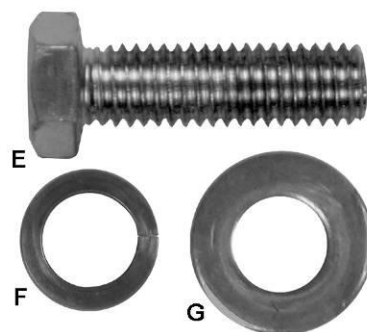

Рис. 5
3. Снимите *транспортную скобу* (D), которая крепит *блок переключателя* (Е) к столу. Не выбрасывайте скобу (D), так как она будет использоваться для установки переключателя.
4. Выкрутите оставшийся *винт* с *шестигранной головкой*, *стопорную* и *плоскую шайбы* (F, Рис. 5) с торца стола.
5. Установите *крышку двигателя* (G), вставив *штыри* (H) крышки в *петли* на тумбе.
6. Потяните *защелку* (J), закройте крышку, затем отпустите защелку.
1. Прикрутите левое *расширение* (A) к *столу* (B) с помощью трех *винтов* (E), *стопорных шайб* (F) и *плоских шайб* (G). Закрутите винты так, чтобы расширение можно было регулировать. Не затягивайте винты полностью.
2. Отрегулируйте расширение в горизонтальной плоскости таким образом, чтобы его передний край встал вровень с передним краем стола (C). Затем с помощью поверочной линейки отрегулируйте расширение в вертикальной плоскости так, чтобы его поверхность встала вровень с поверхностью стола.
4. Выкрутите крепежные детали (Рис. 5) с правой стороны стола, затем аналогичным образом установите правое расширение стола.